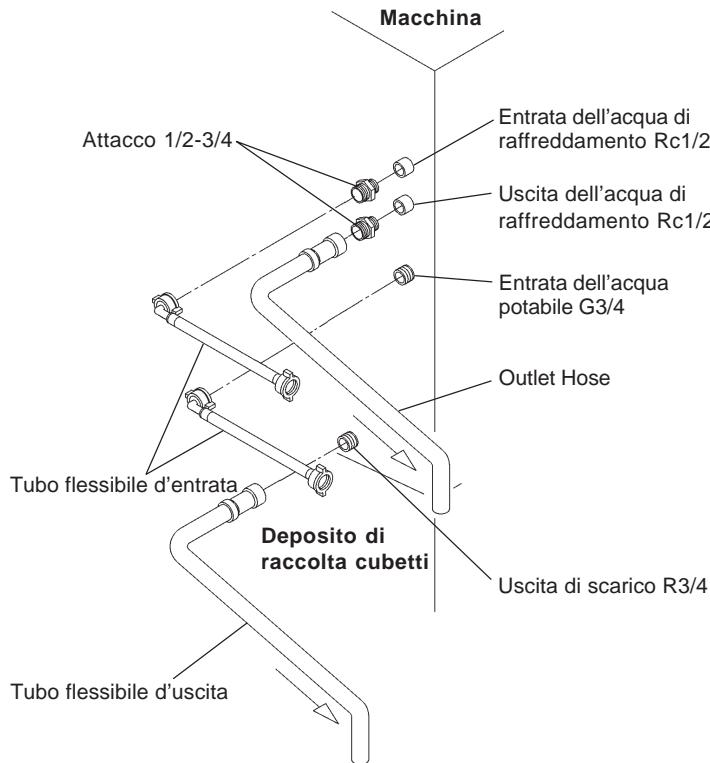

Fig. 11
[b] Collegamenti conformi a norme diverse da quelle WRC mediante tubi ausiliari (Fig. 11)
- 2) Per i collegamenti del condensatore, utilizzare i tubi ausiliari appartenenti alla dotazione e realizzare gli stessi collegamenti come da 1) a 3) della sezione [a] con le parti disponibili degli attacchi 1/2-3/4, come da Fig. 11.